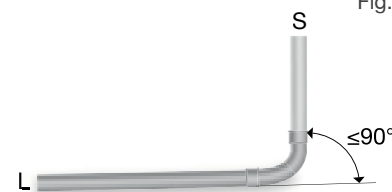

Fig. 12
- Stående anslutningsledning (S) som övergår till liggande anslutningsledning (L) kan utföras med vinkel $\alpha \leq 90^\circ$. Se fig. 12.